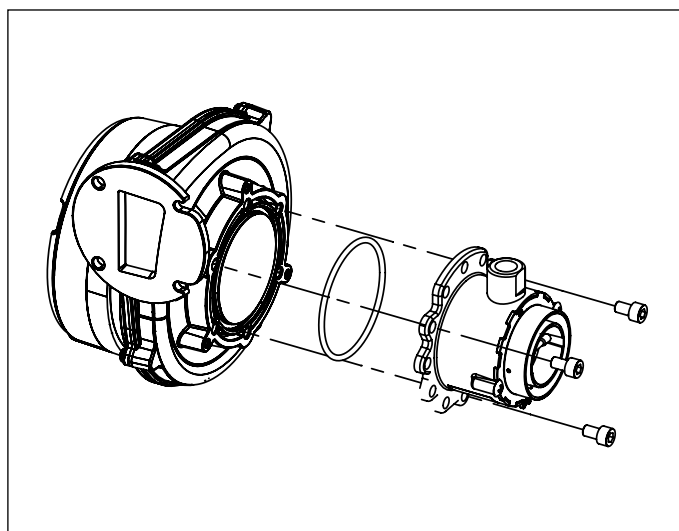

Fig. 32 Amestecător
- Înlăturați amestecătorul desfăcând cele trei șuruburi tip imbus (vezi Fig. 32 Amestecător).